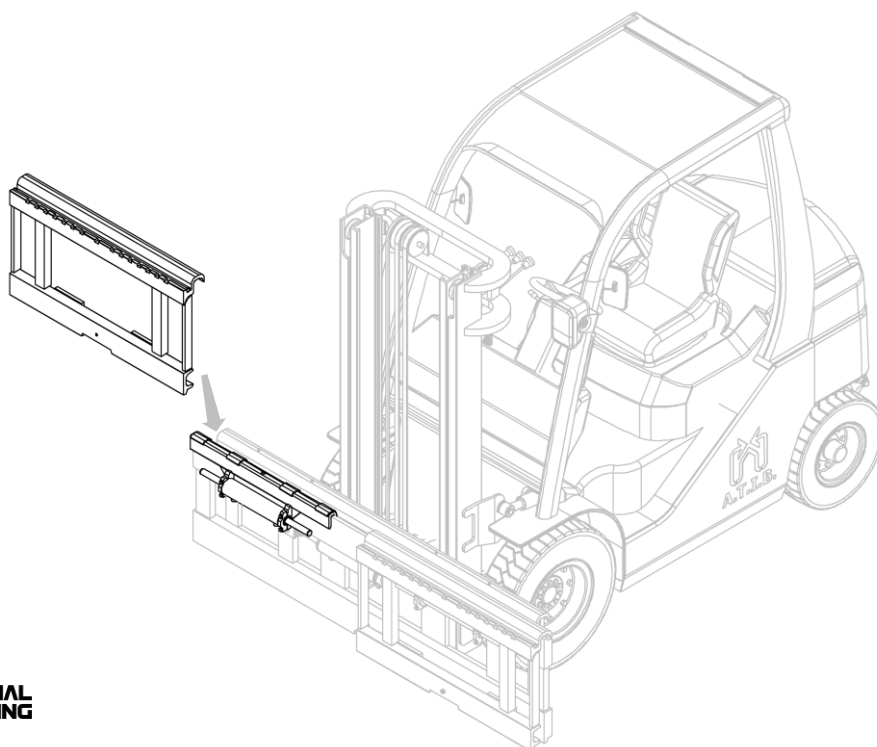

Figura 9
5. Enganche el implemento desde el punto de agarre superior y con un puente grúa colóquelo en el doble gancho, cuidando de colocarlo correctamente (mira *Figura 9*).